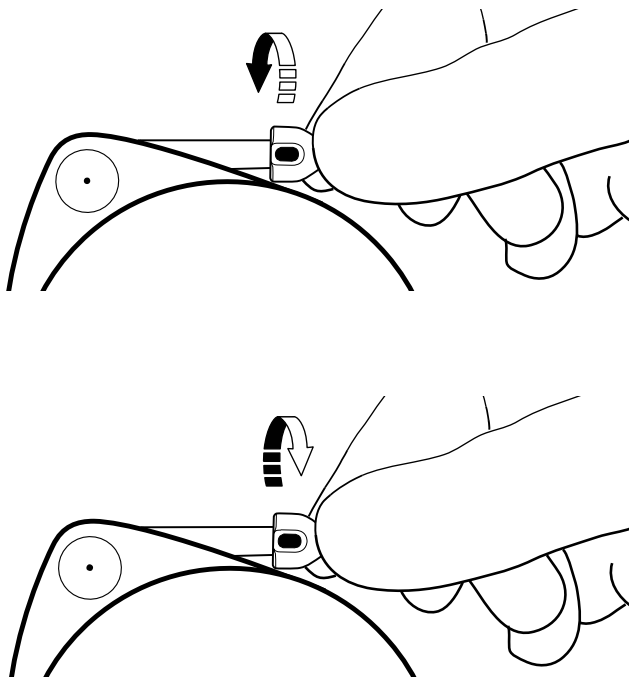

Figure 21. Vérification de la bonne fixation à la pompe en tournant le connecteur.
- c. Tourner le connecteur de pompe sans suture au moins 90° vers la droite et vers la gauche (Figure 21).